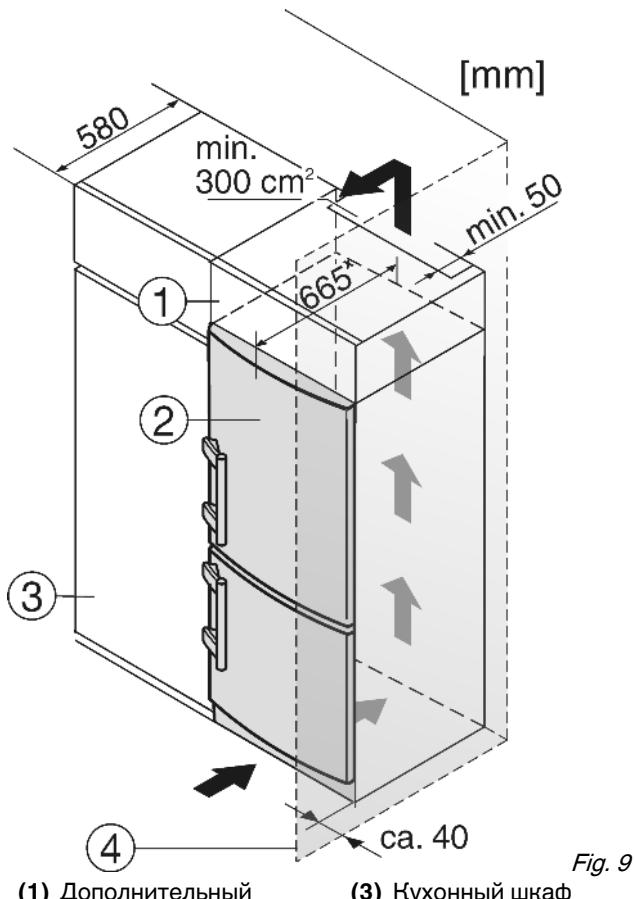

Fig. 9
Устройство может быть окружено предметами кухонной обстановки. Чтобы уравнять устройство Fig. 9 (2) по высоте с кухонной стенкой, можно установить над устройством соответствующий дополнительный шкафчик Fig. 9 (1).
При комбинировании с кухонными шкафами (глубина макс. 580 мм) устройство можно установить непосредственно рядом с кухонным шкафом Fig. 9 (3). Устройство выступает сбоку на 70 мм \times и по центру на 85 мм \times относительно передней стенки кухонного шкафа.
Если устройство установлено на шарнирах у стены Fig. 9 (4), то расстояние между устройством и стеной должно быть не менее 40 мм. Настолько выступает ручка при открытой дверце.